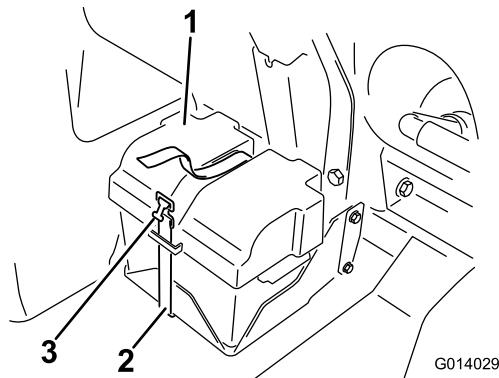
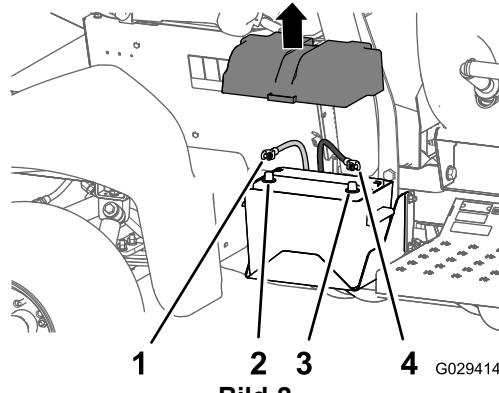

Bild 1
Bild 2
3. Nehmen Sie die Batterieabdeckung ab und klemmen das Minuskabel (schwarz) vom Batteriepol ab (Bild 1 und Bild 2).
4. Klemmen Sie das Pluskabel (Rot) vom Batteriepol ab (Bild 2).